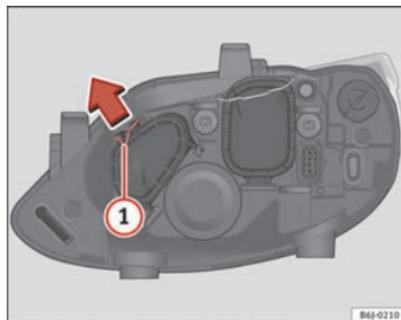

Fig. 161 Luz de presença
- Desloque o tirante ① no sentido da seta e puxe a tampa ⇒ Fig. 161.